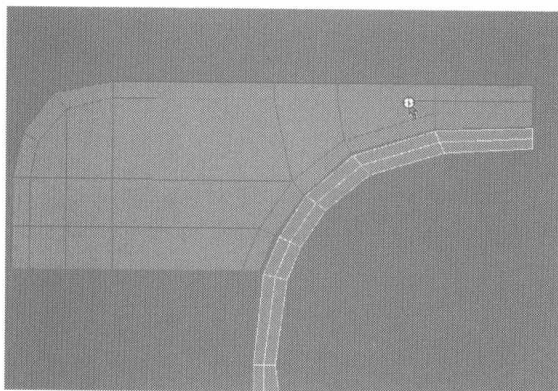
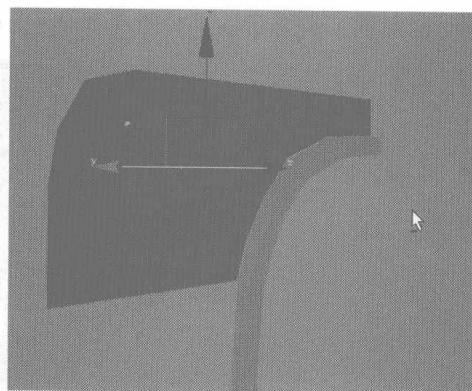
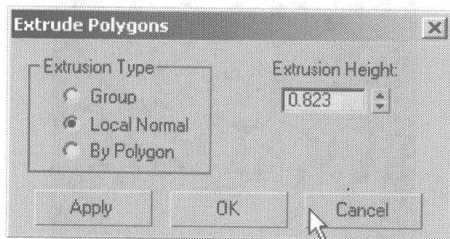
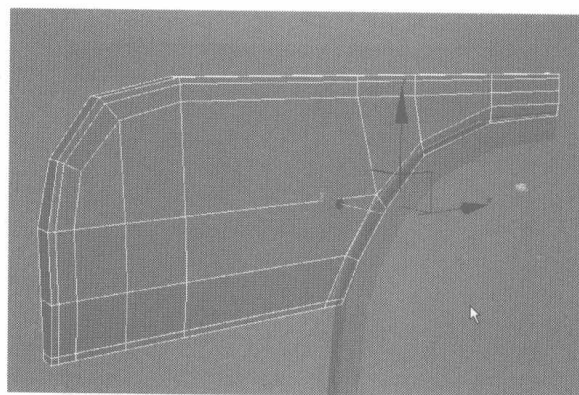

图 4.562
图 4.563
图 4.564
图 4.565
- 32** 显示另一部分的键盘物体，并隐藏其他的物体，对键盘上半部分进行适当的调整，如图 4.562 所示；然后选择如图 4.563 所示的面，在 Edit Polygons 卷展栏中单击 **Extrude** 右侧的小按钮，在弹出的对话框中分别设置挤压参数，如图 4.564 所示，挤压出该面的厚度，再添加、调整细分线，如图 4.565 所示。